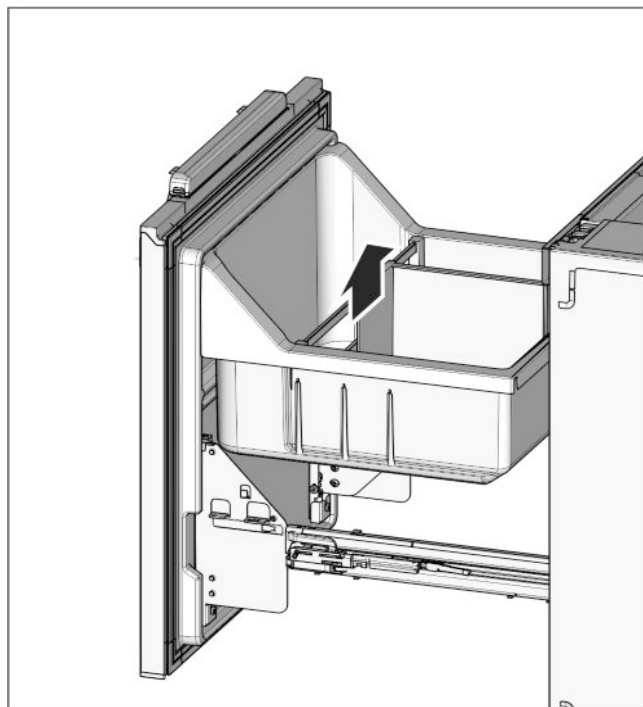

Fig. 25
- ▶ Снова вставьте полку для бутылок Fig. 25 (32) и ёмкость для овощей Fig. 25 (31).